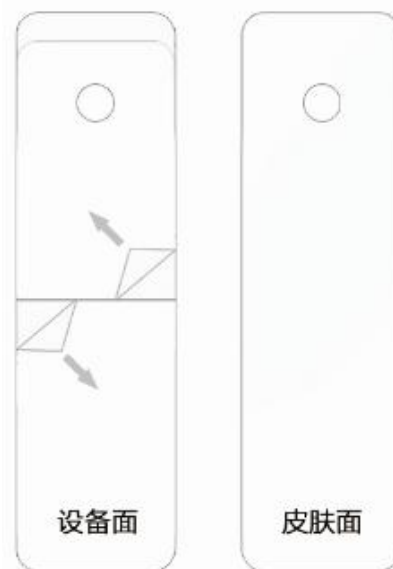

图 14-11
- 1.如图 14-11，粘贴胶片共 2 面。白色离型纸面为皮肤面，2 张透明离型纸面为设备面。